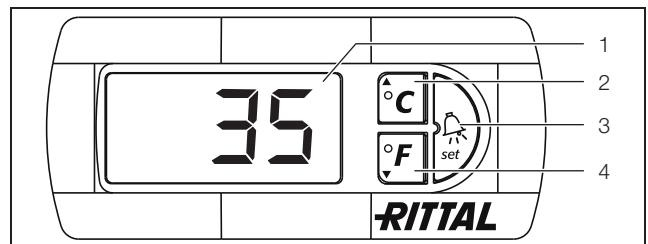

Bild 16: Display och systemanalys med e-Comfort controller
e-Comfort controllern har en 7-segmentsdisplay (bild 16, pos. 1). Efter att strömförsörjningen kopplats in visas den aktuella mjukvaruversionen under de första 2 sekunderna. I normal drift visas temperaturen (kan kopplas om mellan grader Celsius och Fahrenheit) och felmeddelanden.
Programmering av apparaten görs via knapparna 2 – 4 (bild 16) Parametrarna för detta visas likaså på displayen.
- Tryck samtidigt på knapparna 2 (°C) och 3 ("Set") (bild 16) i minst 5 sekunder.
Med knapparna 2, 3 och 4 (bild 16) kan du ändra parametrarna inom angivna områden (minimivärde, maximivärde).